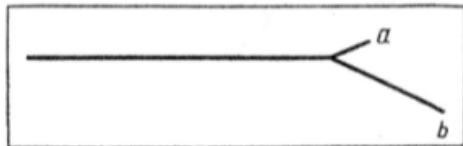

Рис.3
4. Запишите массу  $m$  известной частицы в а.е.м. и, используя формулу (5), вычислите массу  $M$  рассеянной частицы.
**Задание II:** Определить, ядро какого атома принадлежит след  $a$ , если след  $b$  – трек рассеянного протона (рис. 3).